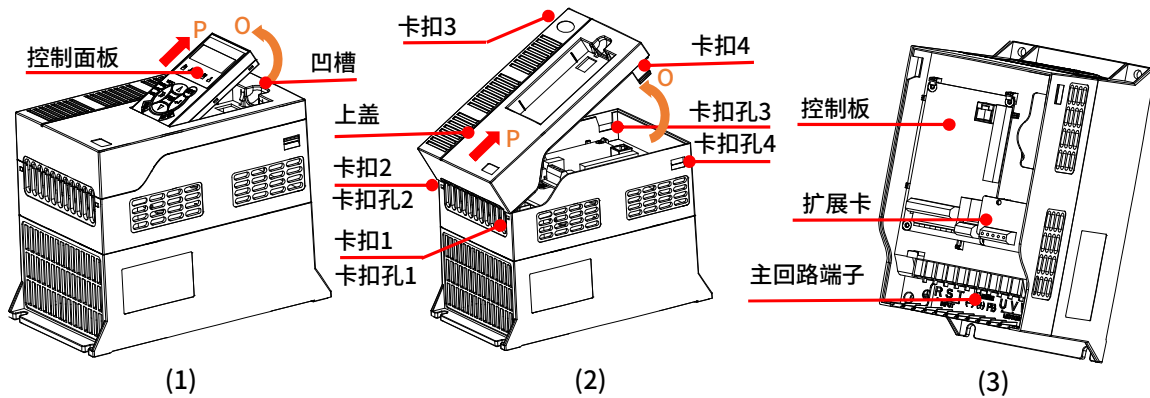

图 3-3a NE300 3 相 400V 1.5~11kW(GB)/2.2~15kW(PB)
- NE300 有两种塑料壳机型,具体见图 3-3a/b。
- 拆卸或安装按键板: 手指进入图 3-3a (1) 所示凹槽按压卡扣, 沿 O 方向旋转, 然后沿 P 方向取出; 反向操作为安装按键板。这个拆装过程可用于所有机型。
- 塑料外壳机型的配线准备图(3-3a): 图 3-3a (2), 首先按压卡扣 3/4, 脱出后沿 O 方向旋转, 沿 P 方向取下上盖。反向操作装回。